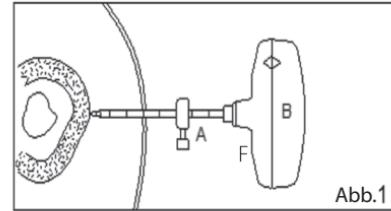

Abb.1
- ABB. 1** Für eine visuelle Hilfestellung richten Sie die Tiefenlehre je nach Tiefe des zu erreichenden Knochens an der Schneidekanüle (A) auf die entsprechende Zentimetermarkierung aus und ziehen sie fest. Führen Sie die Schneidekanüle mit angebrachtem Mandrin und Griff (A+B+F) durch Drehung gegen den Uhrzeigersinn so weit ein, bis sie auf die Knochenoberfläche treffen.